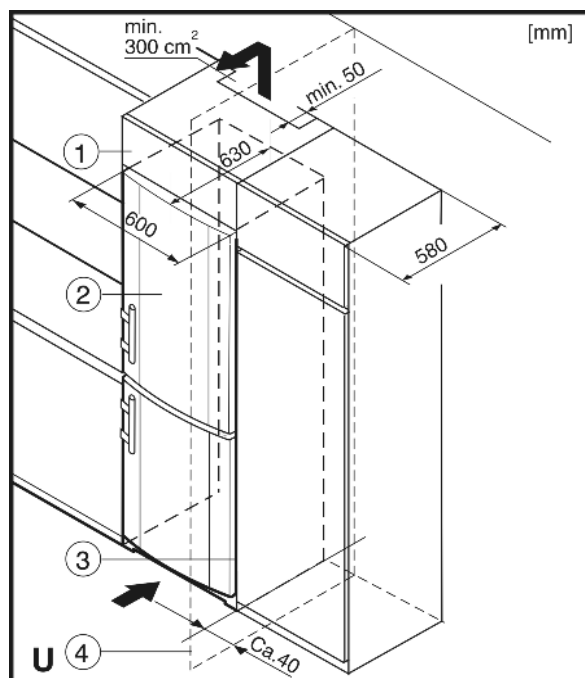

Fig. 9
- (1) Nastavná skříňka (3) Kuchyňská skříň
(2) Přístroj (4) Stěna
Zařízení lze zabudovat do vybavení kuchyně. K vyrovnání přístroje Fig. 9 (2) na výšku kuchyňské linky lze na přístroj nasadit odpovídající nástavec Fig. 9 (1).
Při montáži do kuchyňských skříní (hloubka max. 580 mm) lze přístroj instalovat hned vedle kuchyňské skříně Fig. 9 (3). Dvířka přístroje přesahují přední stěnu kuchyňské skříně na stranách o 34 mm a uprostřed o 50 mm. To umožňuje jejich volné otevírání a zavírání.
Když se přístroj instaluje závěsy vedle stěny Fig. 9 (4), musí být vzdálenost přístroje od stěny alespoň 40 mm. To odpovídá přesahu madla při otevřených dveřích.